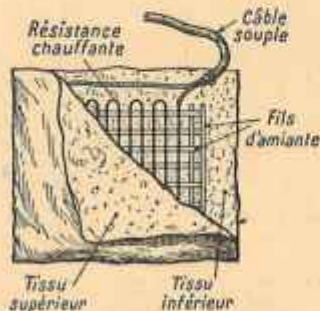

FIG. 115. — Tissu chauffant.
a) Les *tissus chauffants* (fig. 115), sous forme de tapis, chancelières, couvertures, tricots, vestons,... où la résistance chauffante est isolée par deux fils d'amiant, tissés entre deux épaisseurs d'étoffe (50 watts);